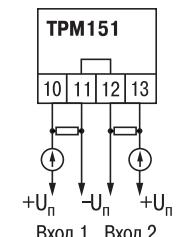

Рис. 21
3. Для питания нормирующих преобразователей необходим дополнительный источник постоянного напряжения U_n . На рис. 21 показаны схемы подключения датчиков с унифицированным выходным сигналом 4...20 мА к приборам по двухпроводной линии. Значение напряжения U_n указывается в технических характеристиках нормирующего преобразователя, и, как правило, лежит в диапазоне 18...36 В.